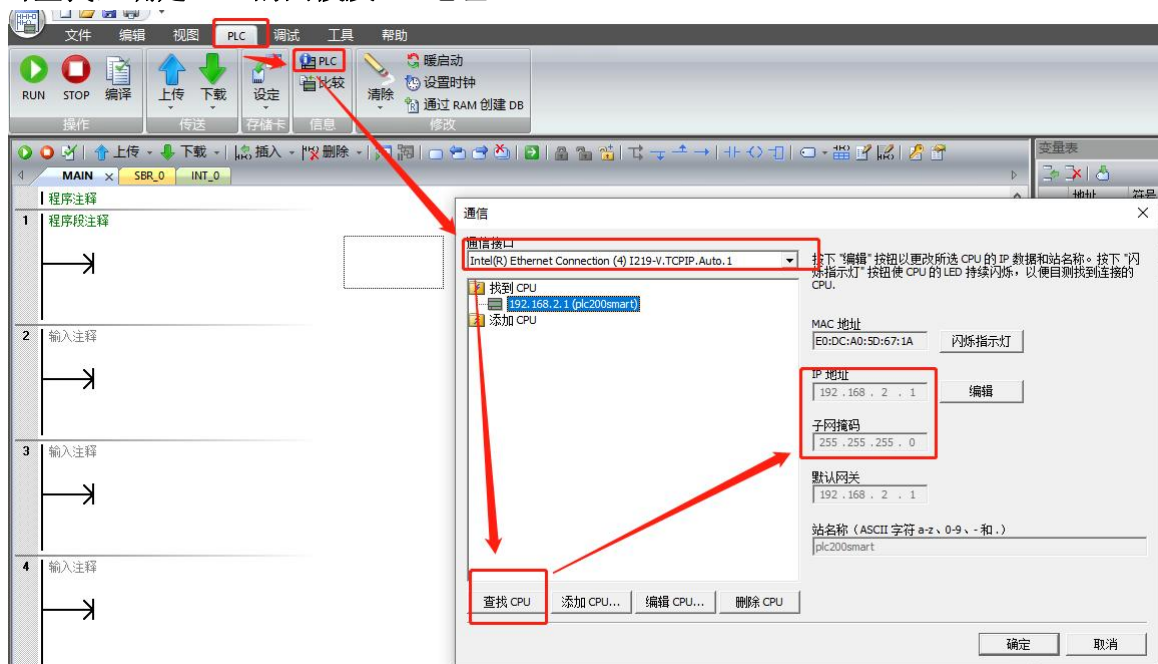

图 34 查找 PLC 设备
(1)如图 34 所示:双击打开 SMART 软件,显示如下界面,点击 PLC->PLC->选择合适网卡->点击查找,确定 PLC 的网段及 IP 地址。